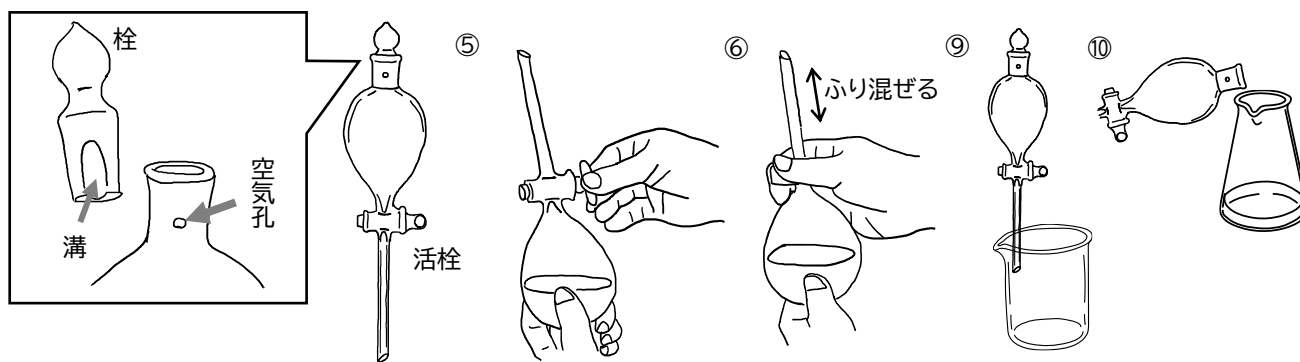

図4 分液ろうとの使い方
- ⑦ カセットコンロの火をつける(中火)。リービッヒ冷却器に水を流す。200mL 三角フラスコを氷入りの500 mL ビーカーに入れ、受け器とする。
- ⑧ 水蒸気発生がまから蒸気が出だしたらコックを開けて水蒸気を三角フラスコに導入し、受け器の三角フラスコに200mL ほどたまったらコックを閉め、カセットコンロの火を消す。
- ⑨ 200mL 三角フラスコにたまったものをレモン試料とする。
(2) 試料の抽出と脱水
- ① 分液ろうと(図4)のコックが閉まっていることを確認してから、試料を分液ろうとに入れる。(人数がいるときは、6つの分液ろうとに分割して入れる。以下の手順は分割した場合の内容。)
- ② さらに、酢酸エチルを10mL 入れる。
- ③ 分液ろうとの空気孔と栓の溝をずらして栓をする。
- ④ 栓を手のひらで押さえながら、分液ろうとの上下をひっくり返す。
- ⑤ 栓をしっかり押さえたまま活栓を開けて、中の気体を逃がす。その後活栓を閉める。(図4⑤)
- ⑥ 栓をしっかり押さえたまま、分液ろうとを軽くふり混ぜる。(図4⑥)
- ⑦ ⑤と⑥を3回繰り返す。
- ⑧ 分液ろうとを試験管に立て、静置する。液が二層に別れたら空気孔と栓の溝を合わせる。層の境目がはっきりしない場合は飽和塩化ナトリウム水溶液を少量加える。
- ⑨ コックを開けて下層の液を200mL ビーカーに流出させる。(図4⑨)
- ⑩ 残った上層を分液ろうとの上からコニカルビーカーに取り出す。(図4⑩)